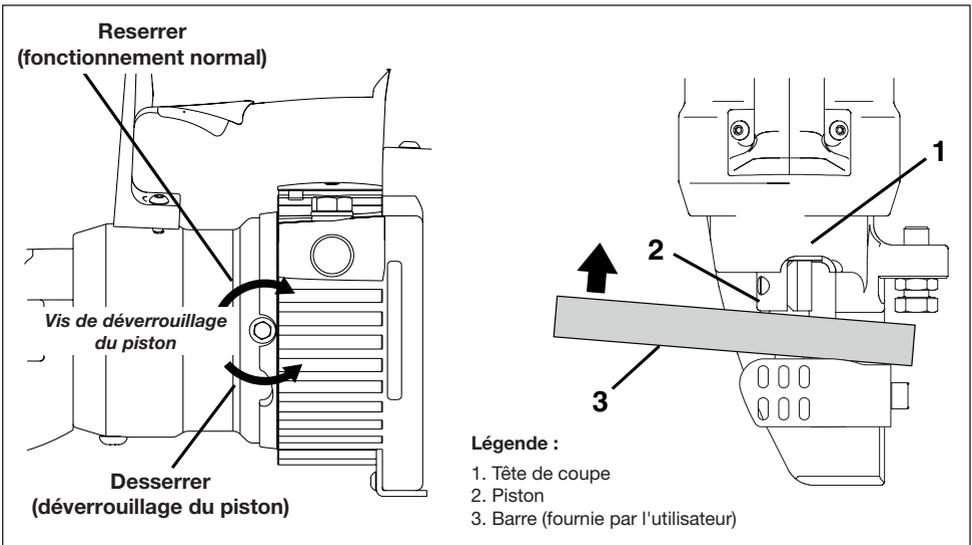

Figure 11, Procédure de rétraction manuelle du piston
Reportez-vous aux étapes suivantes. Voir la figure 11 :
4. À l'aide d'un morceau de barre d'acier, poussez manuellement le piston dans le corps du coupe-barre jusqu'à le ramener à la position d'origine. Voir la figure 11, élément 3. Cela doit permettre de déloger la saleté ou tout autre corps étranger susceptible d'empêcher la rétraction du piston pendant le fonctionnement normal.
8. Nettoyez la partie exposée du piston. Enlevez les débris, les copeaux ou la saleté de cette zone. Voir la figure 11, élément 1.